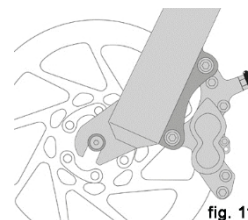
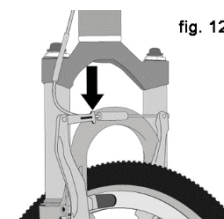

fig. 11
fig. 12
3. Некоторые велосипедные тормоза, такие как дисковые (рис. 11) и линейные (рис. 12), очень мощные. Будьте особенно внимательны при знакомстве с этими тормозами и соблюдайте особую осторожность при их использовании.
Большинство ободных тормозов имеют быстросъемный механизм, позволяющий тормозным колодкам освободить шину при снятии или установке колеса. Если быстросъемный механизм находится в открытом положении, тормоза не работают. Попросите продавца убедиться, что вы понимаете, как работает быстросъемный механизм тормозов на вашем велосипеде (см. рис. 12, 13, 14 и 15), и каждый раз проверяйте, правильно ли работают оба тормоза, прежде чем сесть на велосипед.